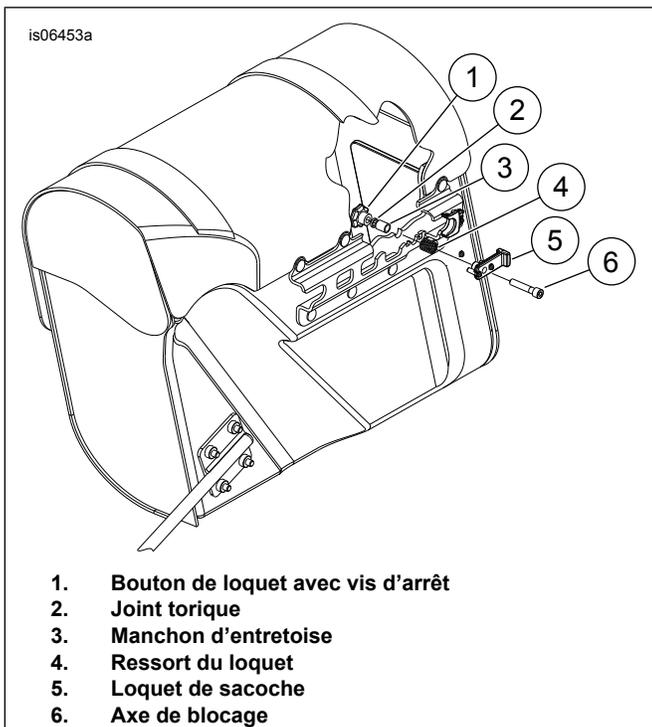

Figure 5. Ensemble de loquet de sacoche
1. Voir Figure 5. Déverrouiller et détacher le couvercle de sacoches et ouvrir la sacoches.
2. Tirer le bouton (1) situé dans le coin supérieur arrière à l'intérieur de la sacoches. Tourner le bouton vers l'arrière de la sacoches (dans le sens horaire pour la sacoches de gauche, dans le sens antihoraire pour la sacoches de droite).